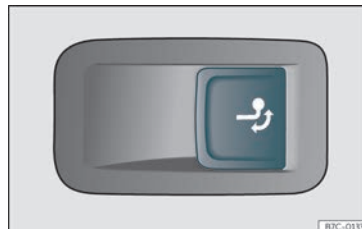

Fig. 195 No lado dereito do maletreiro: tecla para desbloquear o gancho de remolque.
- Puxe da tecla»» **fig. 195** brevemente. O gancho de remolque desbloquéase electricamente e xírase automaticamente cara a fóra. O indicador de control da tecla escintila.
- Puxe da tecla»» **fig. 195** brevemente. O gancho de remolque desbloquéase electricamente.
- Se o indicador de control da tecla »» **fig. 195** → *escintila*, significa que o gancho de remolque aínda non encastou correctamente ou que está danado »» △.
- Se o indicador de control »» **fig. 195** → *permanece acendido* co portón traseiro aberto, o gancho de remolque está correctamente encastado tanto cando está extraído como cando está escamoteado.
- Non prema nunca a tecla »» **fig. 195** cando haxa un remolque enganchado ou vaia montado un portaequipaxes ou outros accesorios sobre o gancho de remolque.